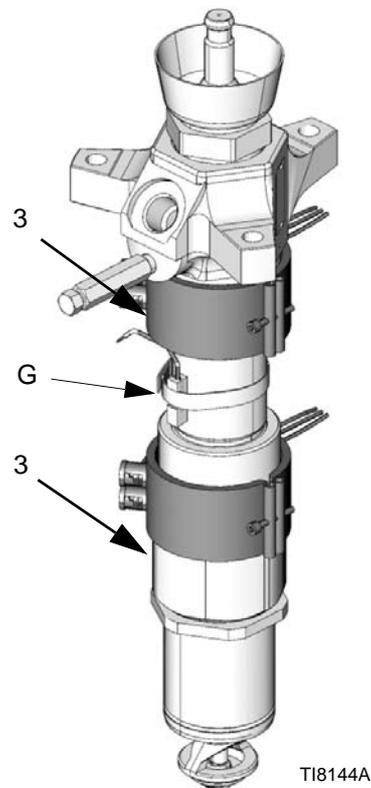

Рис. 25
2. Отсоедините электрические провода от нагревательного пояса (3). См. Рис. 25.
3. Ослабьте зажим, удерживающий датчик на насосе (G). См. Рис. 25.